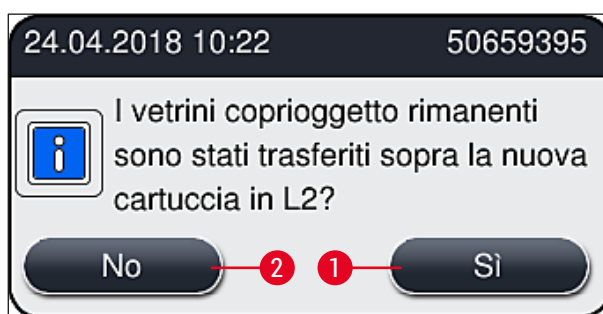

Fig. 63
8. Dopo la chiusura della calotta viene chiesto all'utente se i vetrini coprioggetto residui sono stati inseriti nella nuova cartuccia dei vetrini coprioggetto (→ Fig. 63). In caso affermativo, confermare il messaggio informativo selezionando **Sì** (→ Fig. 63-1). Se nessun vetrino coprioggetto è stato inserito, confermare il messaggio informativo selezionando **No** (→ Fig. 63-2).